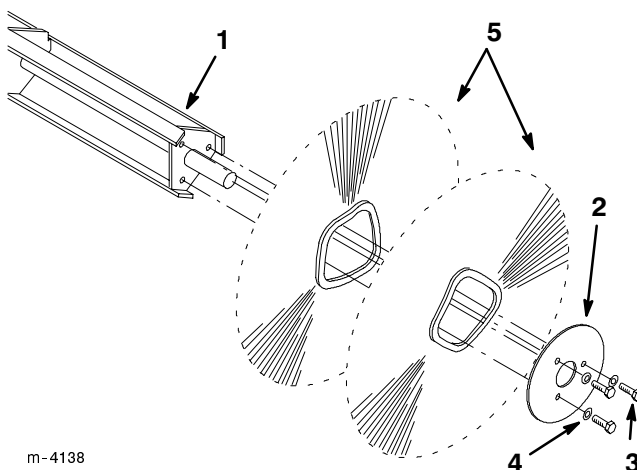

Abbildung 21
- Die drei Schrauben und Unterlegscheiben entfernen, mit denen die Achsenplatte an der Achse befestigt ist, und die Platte abnehmen (Abb. 21)
- Die Bürsten von der Achse herunterschieben (Abb. 21).
- Eine neue Bürste so auf die Achse schieben, dass die Justierstifte der Bürste über die **untere** Stange der Achse kommen (Abb. 21).
- Die nächste Bürste 180° von Seite zu Seite und von oben nach unten drehen und so auf die Achse schieben, dass die Justierstifte der Bürste über die **obere** Stange der Achse kommen (Abb. 21).